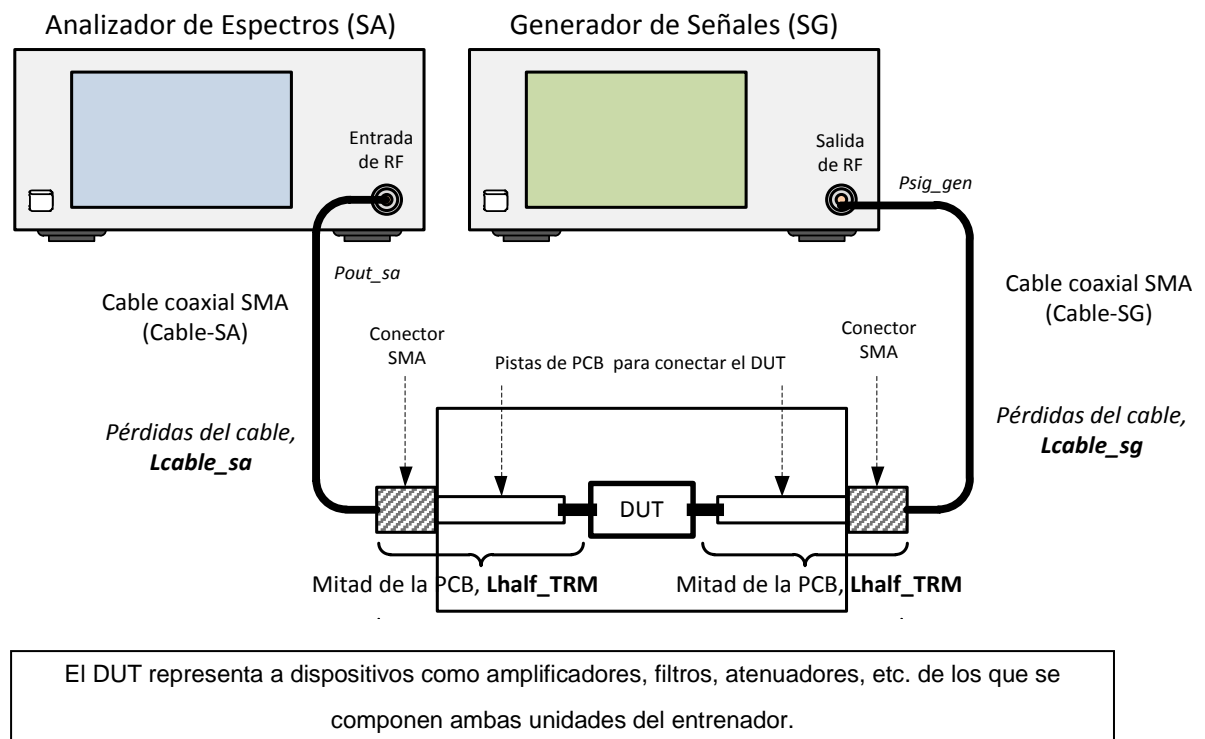

Figura 1 – Necesidad de Calibrar las Pérdidas en los Cables, Conectores y Pistas de PCB para Compensar los Valores de Offset
En la Figura 1 se muestra una medida típica en el dominio de la frecuencia de un dispositivo bajo test (DUT). Para conocer la respuesta en frecuencia de un DUT, medimos la potencia transferida desde un generador (SG) hasta un analizador de espectros (SA) a través del DUT. Para asegurarnos de que la potencia medida representa una respuesta real del DUT solo —y no es debida a los cables, conectores y las pérdidas dentro del equipo de medida mismo— es necesario medir todas las pérdidas en el trayecto desde el equipo de medida hasta los terminales de entrada y salida del DUT.